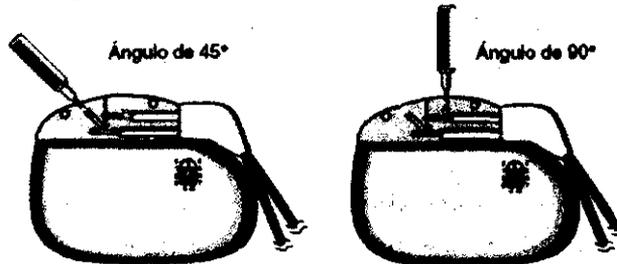

Figura 17. Apriete el tornillo en el ojal de cierre de goma.
9. Utilizando la llave hexagonal incluida en el envase, apriete todos los tornillos de fijación en el sentido de las agujas del reloj (Figura 17) hasta que toquen la clavija de conexión de la extensión; siga apretando como máximo un 1/4 de vuelta. Los tornillos de fijación deben tocar las clavijas de conexión de la extensión para conseguir una conexión eléctrica correcta.
Nota: En el neuroestimulador Kinetra, hay cuatro tornillos de fijación situados en la parte superior del bloque de conexión, dos para cada extensión. Dos tornillos de fijación están orientados en un ángulo de 90° y dos en un ángulo de 45°. Al apretar los tornillos de fijación, la llave hexagonal (incluida en el envase) debe orientarse en el mismo ángulo que los tornillos (Figura 17).